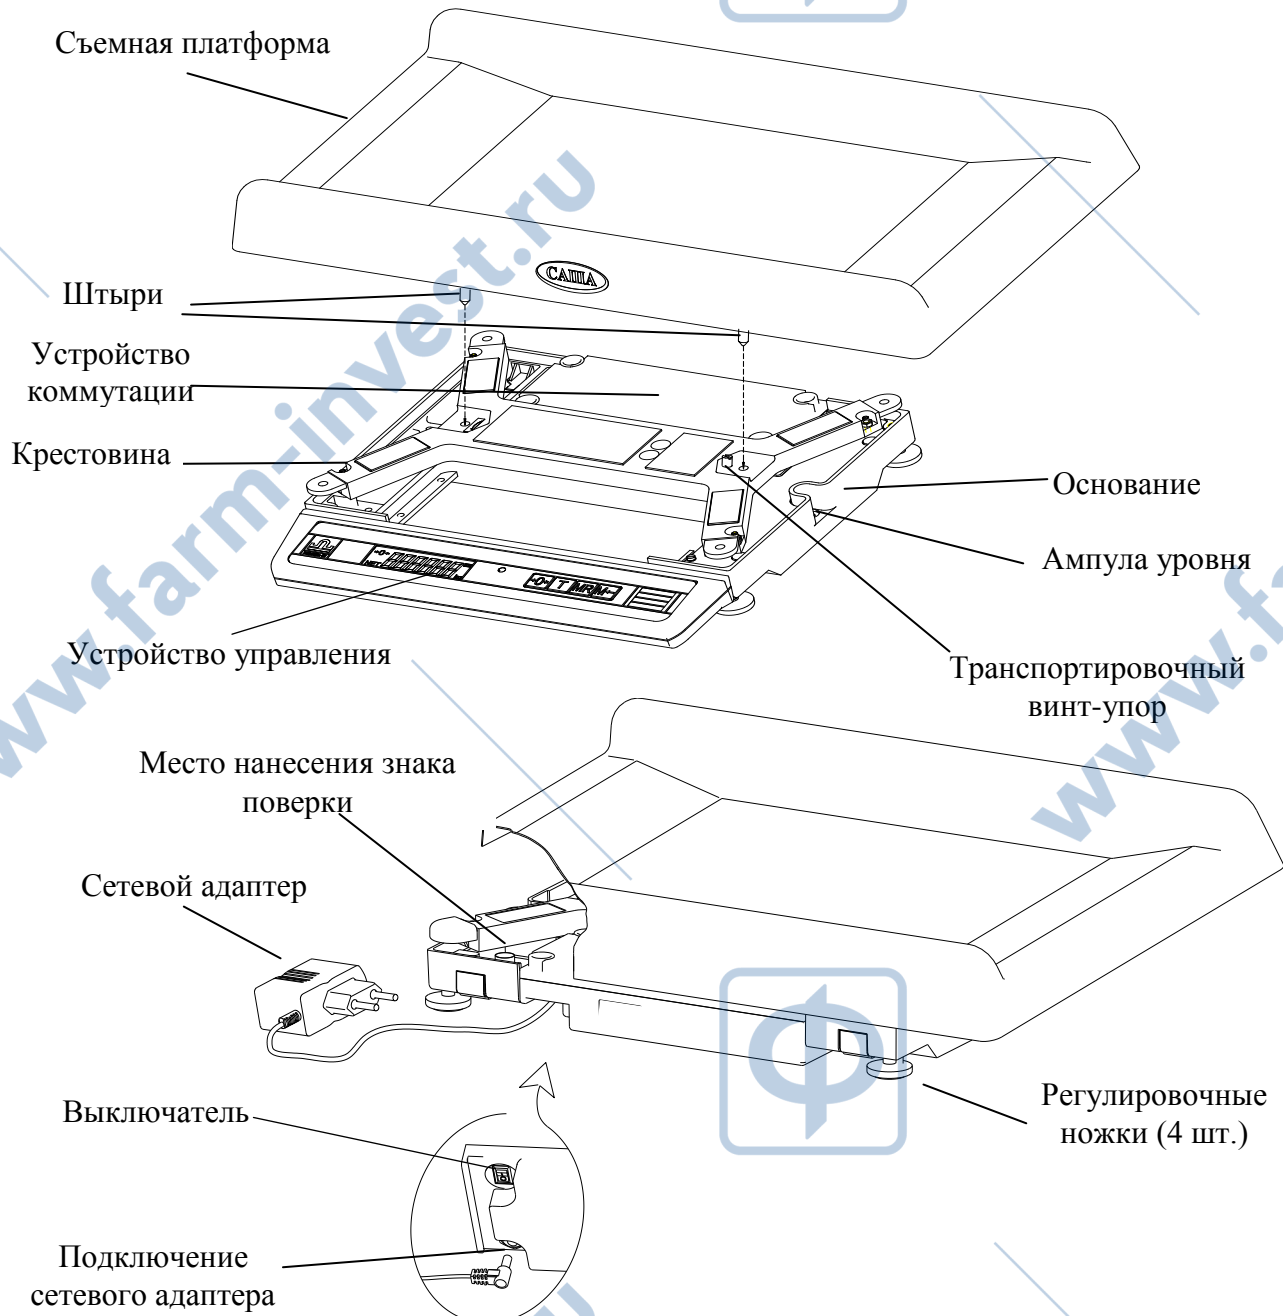

Рисунок 6.1 – Весы В1-15.3К
7.2 Вывернуть транспортировочный винт-упор, вращая его только против часовой стрелки (рис. 6.1).
7.5 Установить на весы съемную платформу (направление установки показано пунктирными линиями на рис. 6.1). Слегка надавить сверху на платформу, обеспечив ее сцепление с весами.